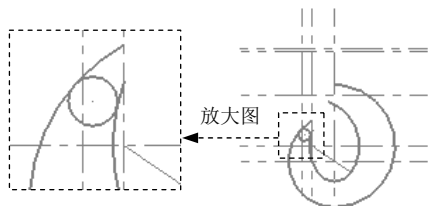

图 3.17.19 绘制切圆
- (4) 单击 按钮，完成曲线的修剪。
Step9. 绘制图 3.17.19 所示的切圆。
(1) 选择命令。选择下拉菜单 **绘图(C)** → **圆弧(A)** → **三点画圆(E)...** 命令，系统弹出“已知边界点画圆”工具栏。
- (2) 定义绘制圆的方式。在“已知边界点画圆”工具栏中单击 按钮和 按钮，使其